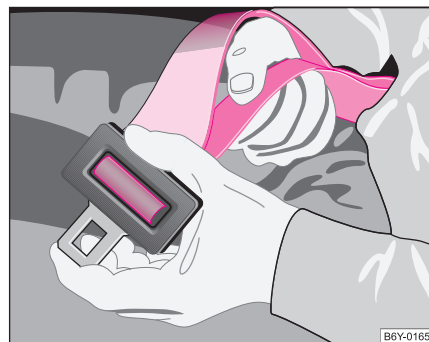

Abb. 111 Verlängerung des Beckengurtes
- Halten Sie die Schlosszunge im rechten Winkel zum Gurtband und ziehen Sie das Gurtband auf die erforderliche Länge durch ⇒ Seite 134, Abb. 111.